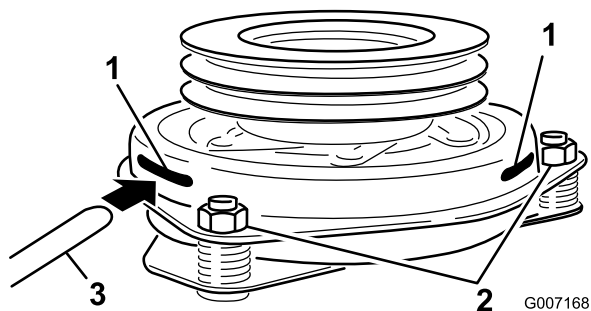

Figure 56
9. Insérez une jauge d'épaisseur de 0,381 à 0,533 mm dans une fente d'inspection sur le côté de l'ensemble. Vérifiez qu'elle passe bien entre les surfaces de frottement de l'induit et du rotor (Figure 56).
10. Serrez les contre-écrous jusqu'à ce la jauge d'épaisseur fléchisse légèrement mais puisse bouger facilement dans l'entrefer (Figure 56).